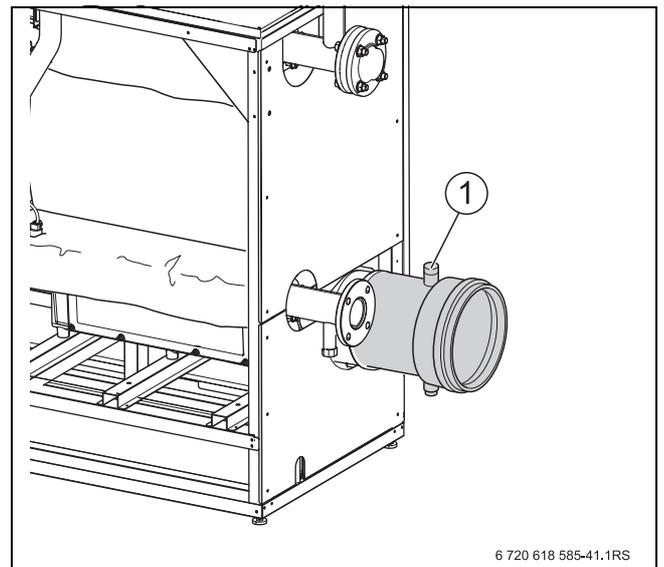

Fig. 36 Rilevamento dei valori di misurazione
- ▶ Posizionare la sonda di misurazione nel flusso centrale attraverso l'apertura di misurazione (→ fig. 36, pag. 35) del tubo di scarico dei gas combusti e controllare il tenore di CO₂.